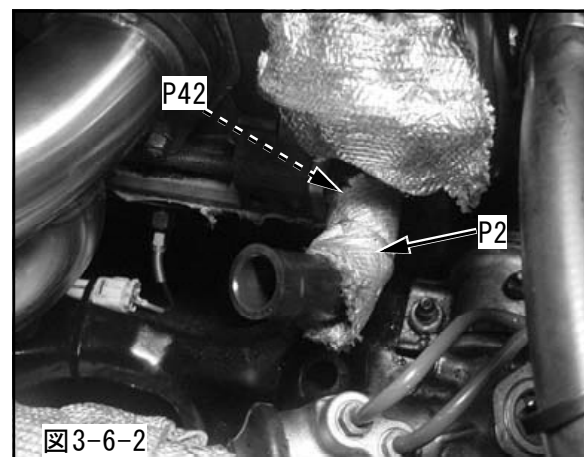

図3-6-2
- (4) 3-6. (3) で取付けたバンジョウφ14-φ10に耐油ホースφ10を取付けてください。
- (5) ターボチャージャAssyのセンターハウジングとエキゾーストハウジング, コンプレッサハウジングを固定しているボルトをゆるめてください。
- (6) ターボチャージャAssyをエキゾーストマニホールドに取付けてください。このとき、オイルリターンホースをオイルリターンパイプに取付けながらターボチャージャAssyを取付けてください。
- (7) オイルリターンホースをオイルリターンパイプに固定してください。(図3-6-2)
- (8) 3-6. (5) でゆるめたボルトを本締めしてください。